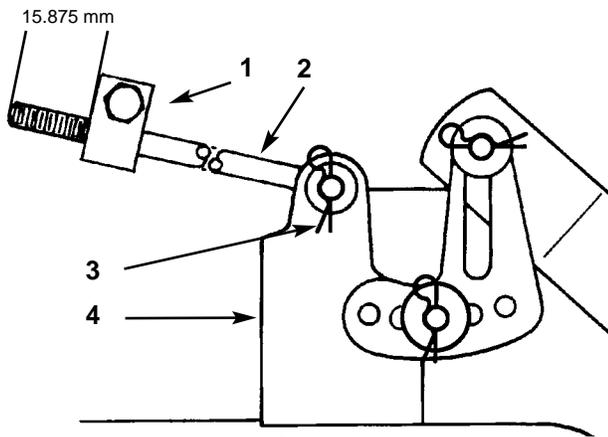

Bild 50
- Die Länge der aus der Vorderseite des Einstellblocks vorstehenden Stange an den Chassiseiten (Bild 50) messen. Wenn die
Stangenlänge anders als 15,8 mm ist, den Splint und die Scheibe vom Stangenende entfernen (Bild 50), dann die Stange solange drehen, bis die Abmessung von 15,9 mm erzielt ist. Anschließend das Stangenende in das Loch im Mäherträger stecken und mit Scheibe sowie Splint absichern. Diesen Schritt an der gegenüberliegenden Seite des Mähers wiederholen.